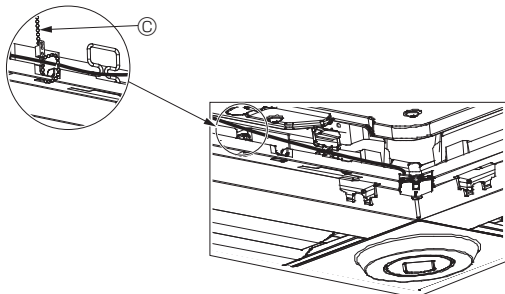

Fig. 10-12
- Fixez les fils du Capteur i-see et du récepteur de signal au panneau à l'aide des fixations, comme indiqué sur le schéma, de sorte qu'il n'y ait pas de mou au niveau des fils, puis coupez le fil qui dépasse aux extrémités de la fixation. (Fig. 10-12)
- Si la position du Capteur i-see a été permutée de la position "○" (E) à la position "□" (F), changez le réglage des fonctions. (Voir page 14.)